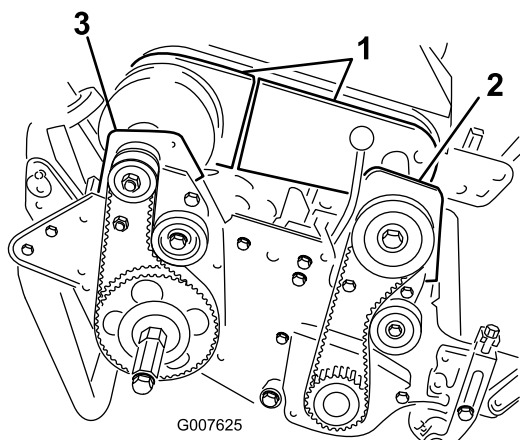

Figure 41
4. Retirez les vis de fixation des sections avant et arrière du couvercle du différentiel sur le boîtier du différentiel et enlevez les sections pour exposer la courroie (Figure 41).
6. Retirez les 2 boulons et contre-écrous de fixation du carter d'embrayage avant à la plaque latérale (Figure 41).
8. Retirez les 2 boulons et contre-écrous de fixation du logement de roulement arrière droit à la plaque latérale (Figure 41).